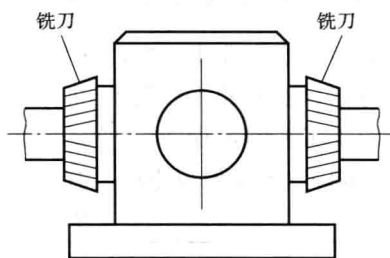

图 1-8 同时铣削端面
(3)如图 1-8 所示,为了提高生产率,可以同时铣削两个端面。问是否属于复合工步?